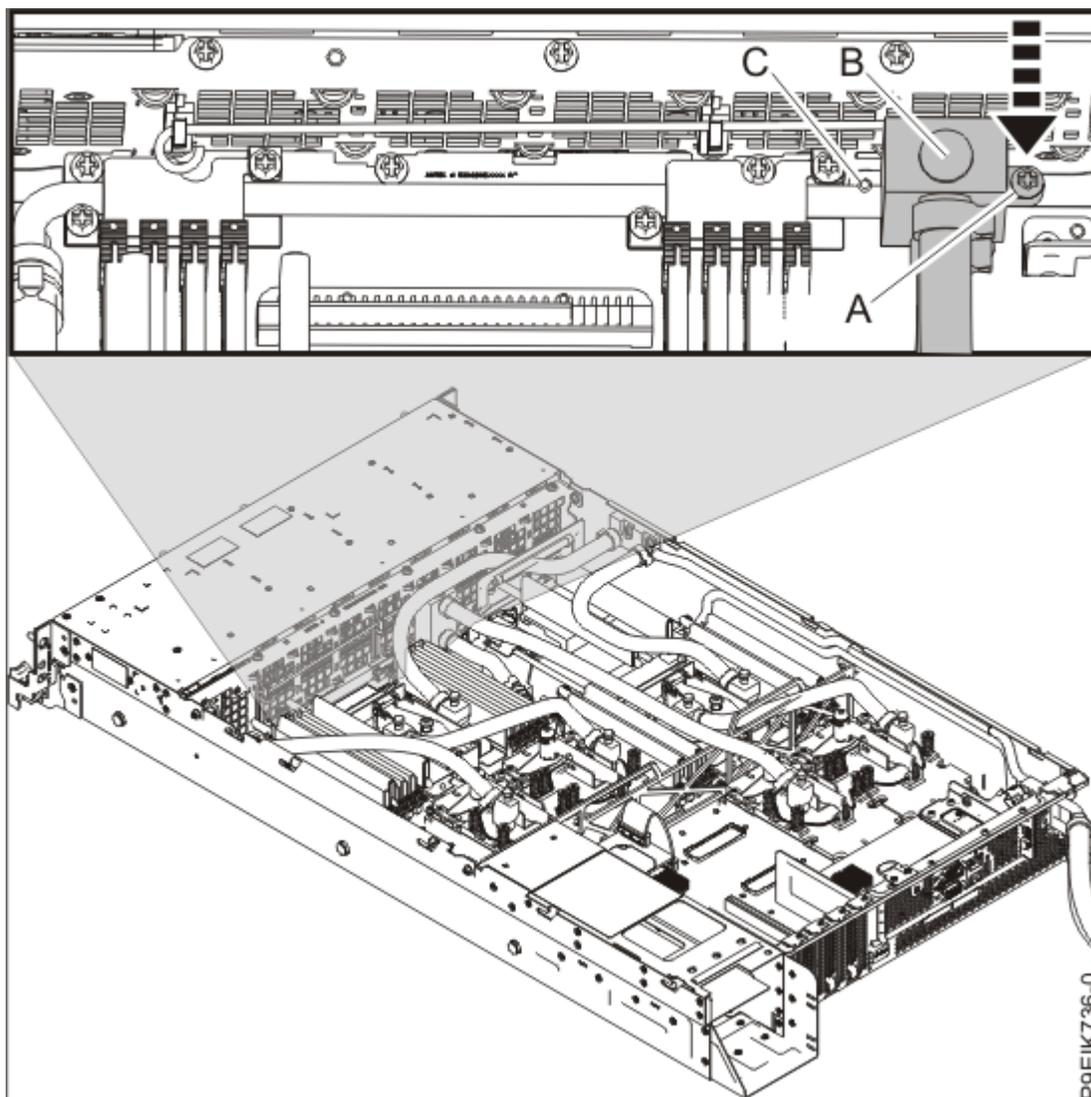

図 56. 前面パイプねじの再取り付け
9. 前面パイプ **(B)** を再取り付けします。位置合わせピン **(C)** を使用して、前面パイプの位置を決めます。パイプ **(B)** をシステムの前面に固定するねじ **(A)** を締めます (58 ページの図 56 を参照)。